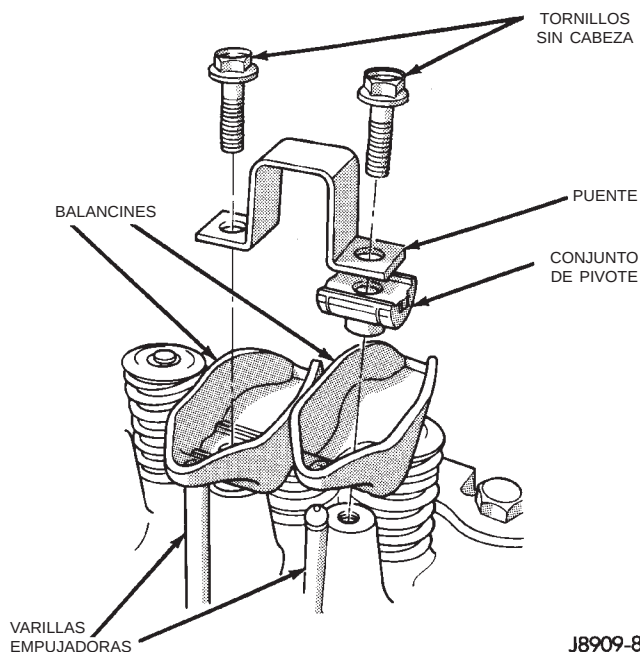

Fig. 31 Conjunto de balancín
(1) Retire la tapa de la culata de cilindros del motor. (Consulte el procedimiento en esta sección.)
(2) Verifique que ningún puente de balancín de válvula produzca desalineación entre el balancín y el extremo de la válvula.
(3) Retire los tornillos sin tuerca de cada conjunto de puente y pivote (Fig. 31). Afloje los tornillos sin tuerca de forma alterna, una vuelta cada vez, para evitar dañar los puentes.
(4) Retire los puentes, pivotes y sus pares correspondientes de balancines de válvula (Fig. 31). Colóquelos sobre un banco, en el orden en que fueron retirados.
(5) Retire las varillas empujadoras y colóquelas sobre un banco, en el mismo orden en que fueron retiradas.